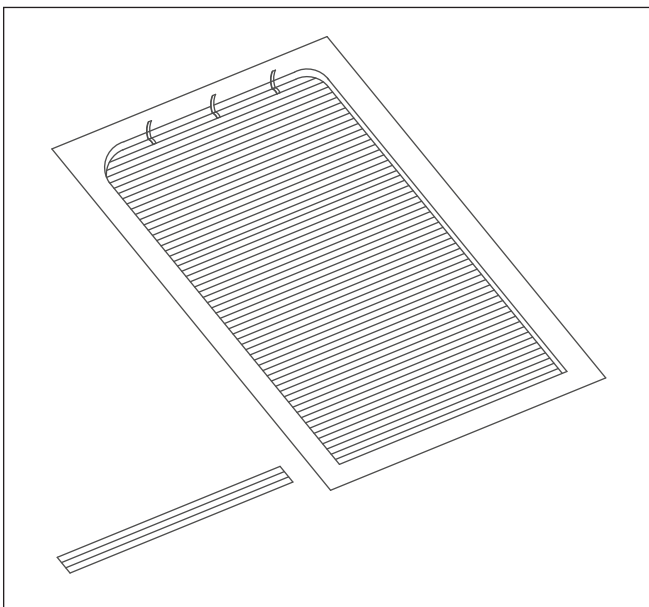

Abb. 23
5.3 Anpassung der Lamellenzahl (Abb. 23)